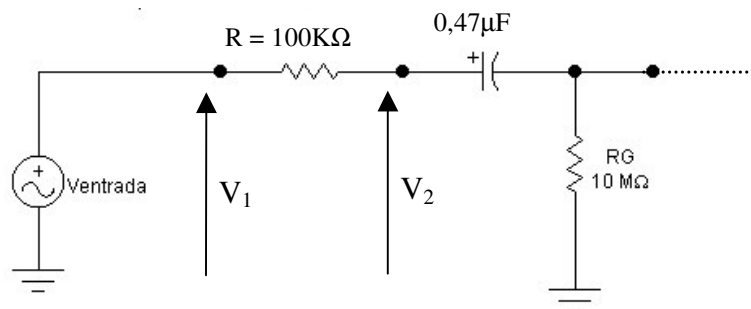

Figura 2 – Medida da impedância de entrada do amplificador.
2.5. Determinar a impedância de entrada do amplificador com o inclusão da resistência auxiliar $R = 100\text{k}\Omega$, conforme mostra a figura 2.